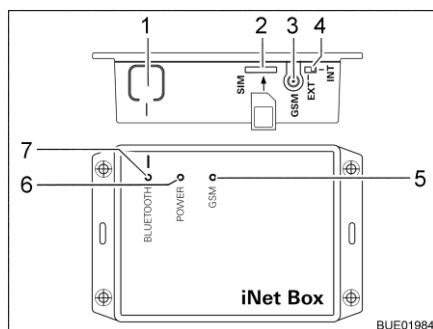

Fig. 83 Truma iNet Box
- Premere il tasto BLUETOOTH (Fig. 83,1) della iNet Box per 1 secondo. Nel terminale mobile la Truma iNet Box è visibile per circa 2 minuti (nome: "Truma iNet-Box"). In questo tempo il LED BLUETOOTH (Fig. 83,7) blu lampeggia.
- Spingere con cautela la mini SIM con il proprio numero di telefono e credito sufficiente nello slot (Fig. 83,2) della Truma iNet Box, come illustrato, finché non si innesta. Il LED GSM (Fig. 83,5) rosso deve lampeggiare costantemente. Quando dopo 20 secondi il LED rosso si spegne: Controllare la mini SIM.